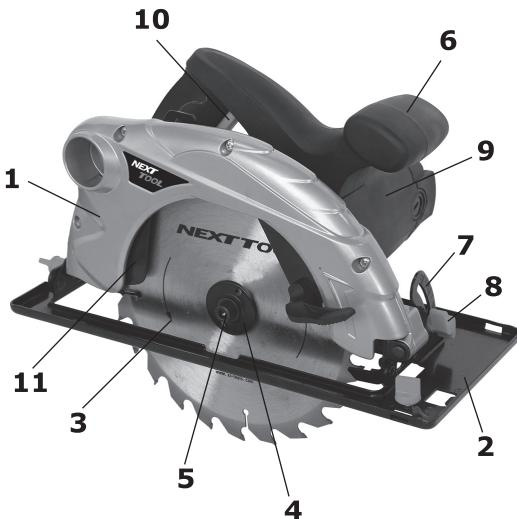

рис. 1
1.6 Общий вид пилы представлен на рис.1
1.7 Пила состоит из коллекторного двигателя в пластиковом корпусе (рис.1 поз.9) с рукояткой и металлического редуктора, совмещённого с верхним неподвижным кожухом (рис.1 поз.1). Крутящий момент с якоря электродвигателя, через шестерню, передаётся на шпиндель, соосный с электродвигателем. На шпиндель пилы, между опорным и зажимным (рис.1 поз.4) фланцами крепится пильный диск (рис.1 поз.3). Это основной рабочий инструмент пилы.
2.2.1 Закрепить на шпиндель пильный диск, соответствующий обрабатываемому материалу. Для установки (замены) диска необходимо: зафиксировать шпиндель; открутить накидным ключом (может входить в комплект поставки) винт крепления диска (рис.1 поз.5), снять прижимной фланец (рис.1 поз.4); переместить вверх за рычаг нижний подвижный кожух (рис.1 поз.11), снять пильный диск (при замене); установить на шпиндель пильный диск, для предстоящей работы.
2.2.3 При необходимости ограничения глубины пиления, поднять вверх рычаг фиксации глубины пропила, выставить направляющую плиту (рис.1 поз.2) по шкале (в нужное положение и зафиксировать рычагом, опустив его вниз до упора.
45°: отпустить винты (рис.1 поз.8) фиксации угла наклона (с двух сторон); подняв за рукоятку двигатель с диском, выставить по шкале (рис.1 поз.7) необходимый угол пиления; зафиксировать наклон двигателя и диска винтами.
Внимание! Не фиксируйте нижний подвижный кожух (рис.1 поз.11) в открытом положении. Это может привести к заклиниванию диска, а также к травмам и повреждениям. Кожух будет автоматически сдвигаться при подаче заготовки.